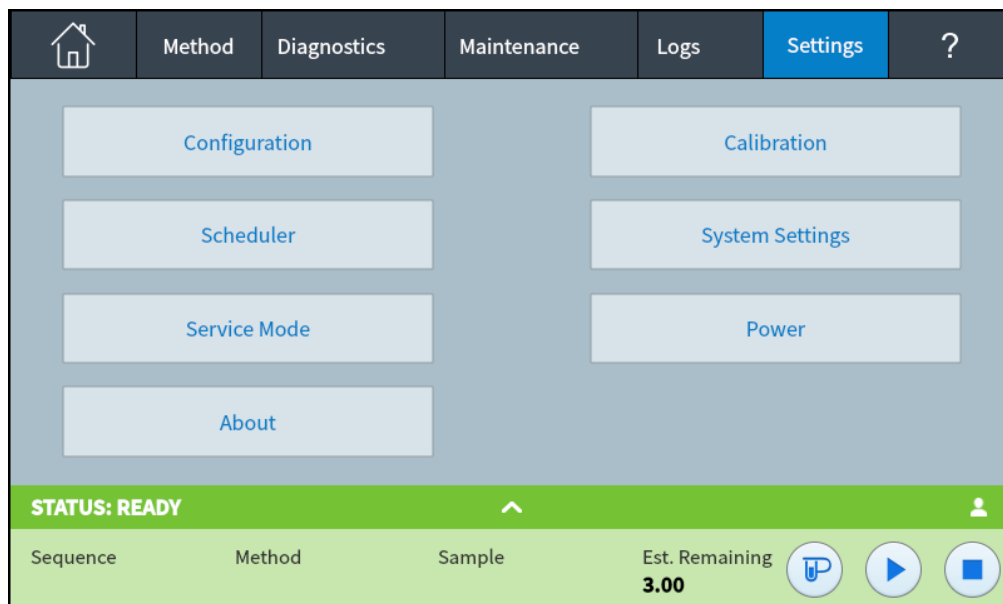

Figura 63. Vista impostazioni
- 1 Selezionare **Settings**. Si apre la vista impostazioni. Vedere **Figura 63**.